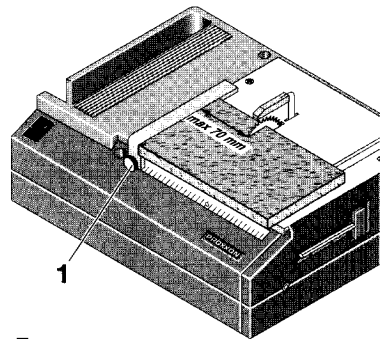

Fig. 5
1. Klemmschraube 1 (Fig. 5) lösen, Anschlag einstellen und